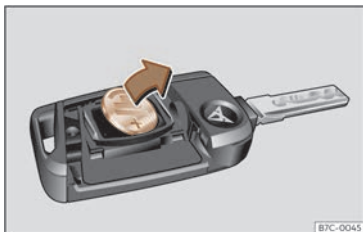

Fig. 44 Clé du véhicule : retirer la pile.
- Retirez la pile du compartiment à l'aide d'un objet pointu adapté >>> **fig. 44**.
- Encastrez la pile bouton neuve dans le compartiment >>> ①.